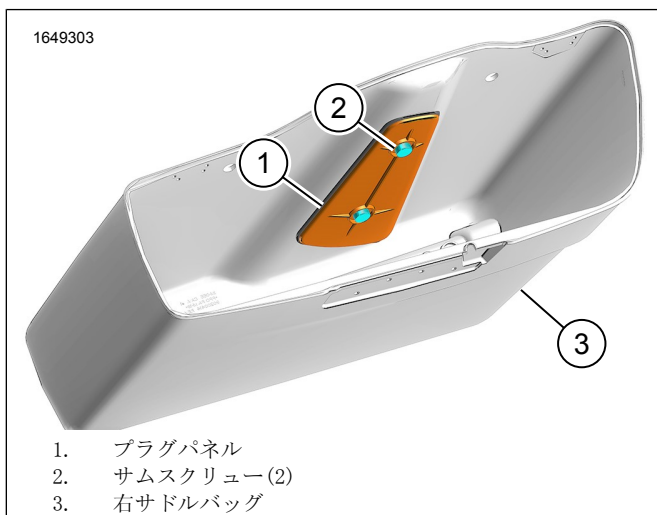

図21。プラグパネル
4. 図21を参照してください。プラグパネル(1)をインナーベゼルの上に配置します。